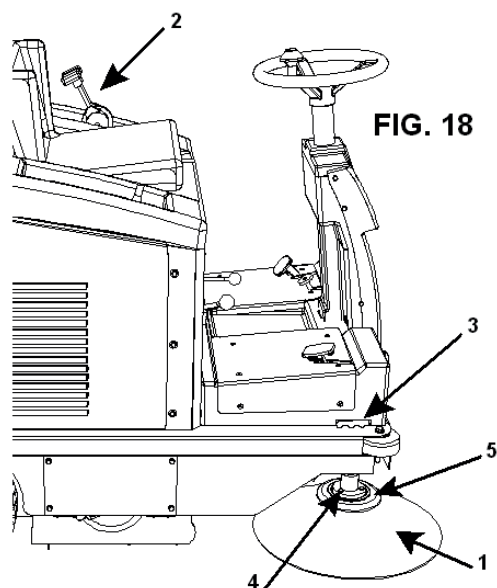

FIG. 18
Riscontrando che la spazzola laterale **Part. 1 Fig. 18** non riesce più a convogliare lo sporco verso la spazzola centrale, è necessario provvedere alla regolazione dell'altezza nel seguente modo:
Mantenendo la spazzola laterale sollevata girare in senso antiorario il registro **Part. 3 Fig. 18**
- 1- Svitare i tre bulloni **Part. 4 Fig. 18** per staccare la spazzola laterale **Part. 1 Fig. 18** dalla flangia in plastica **Part. 5 Fig. 18**.
- 2- Sostituire la spazzola consumata con quella nuova, avvitando i bulloni **Part. 4 Fig. 18** alla flangia **Part. 5 Fig. 18**.